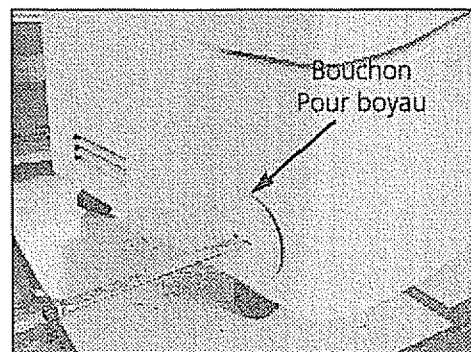

Figure 3
**Note :** Pour utiliser l'une ou l'autre des méthodes de drainage direct ci haut, vous devez en premier lieu percer un trou de 3/8" (10mm) au centre de la prise du seau (Pour vous aider, utilisez la marque de démarrage pour mèche (Figure 3)). Ce trou permettra la circulation de l'eau vers la prise. Pour refermer la prise, utilisez tout capuchon standard de boyau. **Le bouchon recouvrant la prise ne peut sceller l'ouverture.**